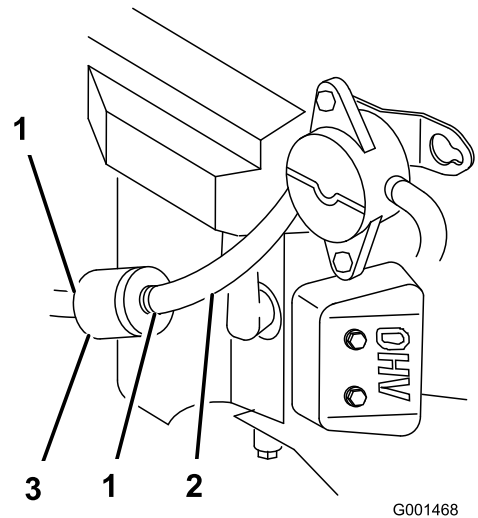

Bild 39
5. Schließen Sie den Kraftstoffhahn (Bild 39).
6. Drücken Sie die Enden der Schlauchklemmen zusammen und schieben Sie sie vom Filter weg (Bild 39).
8. Setzen Sie einen neuen Filter ein und schieben Sie die Schlauchklemmen an den Filter heran (Bild 39).
3. Schließen Sie den Kraftstoffhahn (Bild 39).
4. Lockern Sie die Schlauchklemme am Kraftstofffilter und schieben Sie sie an der Kraftstoffleitung weg vom Kraftstofffilter (Bild 39).
5. Schließen Sie die Kraftstoffleitung vom Kraftstofffilter ab (Bild 39).
Hinweis: Lassen Sie das Benzin in einen Benzinkanister oder eine Auffangwanne ablaufen (Bild 39).
7. Bringen Sie die Kraftstoffleitung am -filter an. Schieben Sie die Schlauchklemme ganz an den Kraftstofffilter heran, um die Kraftstoffleitung zu befestigen (Bild 39).